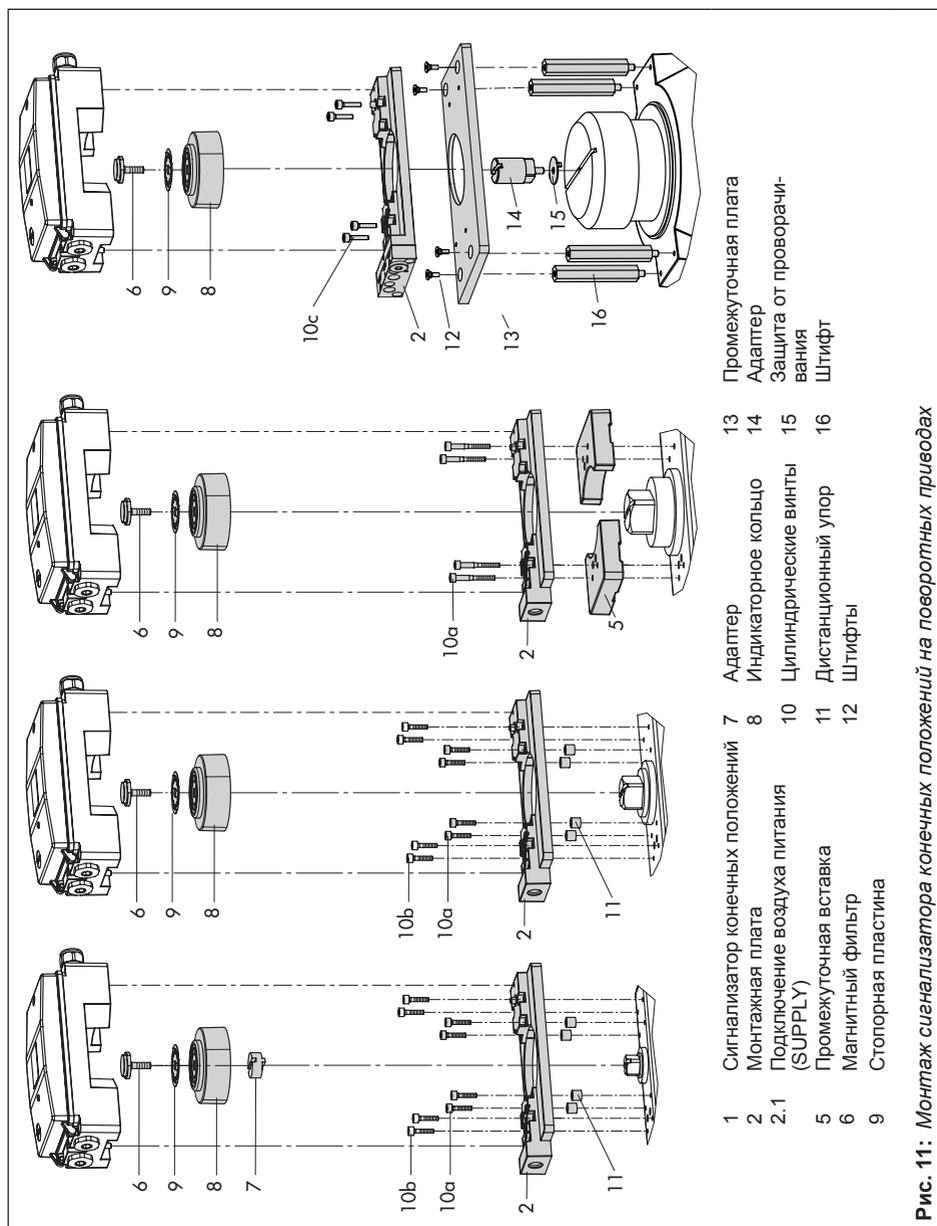

Рис. 11: Монтаж сигнализатора конечных положений на поворотных приводах
Монтаж отличается в зависимости от высоты вала поворотного привода, на который должен быть установлен сигнализатор конечных положений (рис. 11).
5. Привинтите магнитный фильтр (6) к валу привода.
6. Отогните обе скобы стопорной прокладки (9) в направлении против лыски под ключ магнитного фильтра (6).
7. Установите сигнализатор конечных положений, как показано на рис. 11, на монтажную плату (2) и закрепите при помощи двух винтов.